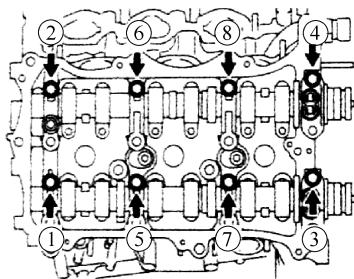

图 1-135 拆卸凸轮轴轴承盖
② 按如图 1-135 所示顺序，分步均匀地拧松并拆下 8 个轴承盖螺栓。